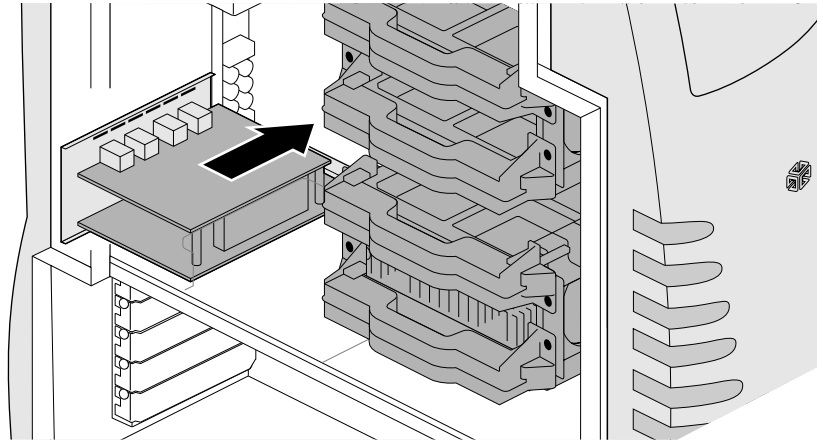

図 5-18 Silicon Graphics SD1100 カードをシステムボードのコネクタにスライドさせる
12. カードを I/O パネルと同じ高さを持ち、Silicon Graphics SD1100 カードを静かにしっかりと押してシステムボードのコネクタにはめます。本体のスロットに、システムボードのコネクタに近い側のボードの端を差し込んで、確実に固定します (図 5-18)。